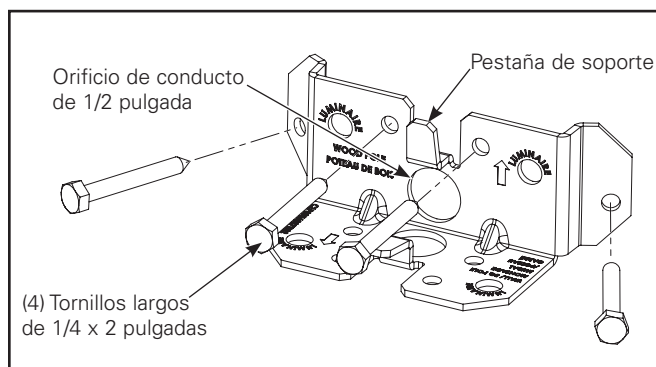

Figura 3.
- Montaje de poste de madera:** Coloque el soporte (montaje en poste de madera) con la flecha del soporte hacia arriba. (Figura 3.)